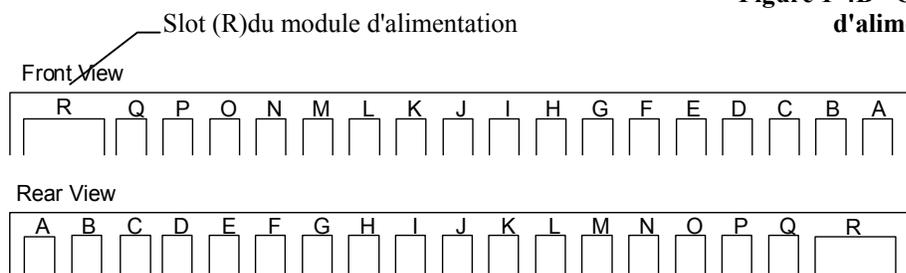

Figure 1-4A - Désignations des slots du module d'alimentation (PSM) de l'MP168 (face & arrière)
- Le module d'alimentation se trouve toujours dans le slot R (repéré par la lettre de désignation des slots sur les faces avant et arrière de la baie). Voir Figure 1-4A.